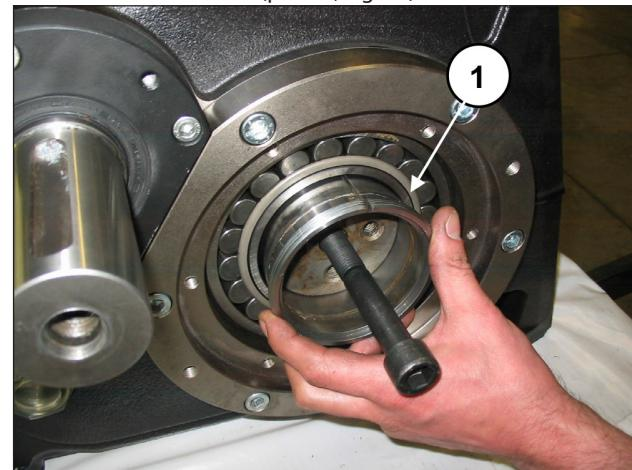

Fig. 75
Insira parcialmente as duas bússolas de pressão, mantendo o eixo de manivela elevado, mediante o pino M16 anteriormente montado (pos. ①, Fig. 75).